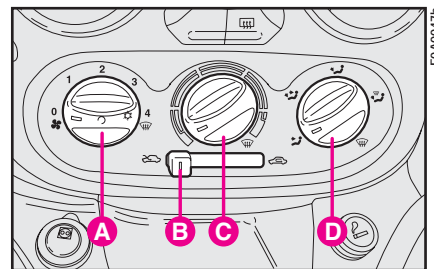

рис. 78
Если автомобиль оснащен системой кондиционирования, для ускорения отпотевания рекомендуется установить переключатели в указанное выше положение и нажать на кнопку **А** (рис. 78).
## ОРГАНЫ УПРАВЛЕНИЯ (рис. 78)
**ПРЕДУПРЕЖДЕНИЕ** Система кондиционирования с ручным управлением исключительно полезна для отпотевания стекол, так как снижает влажность воздуха. Для этого нужно установить ручки в положение отпотевания (см. предыдущий раздел) и включить кондиционер нажатием ручки **A** (см. рис. 78)
5) Кондиционер: нажать на ручку **C** (рис. 78).